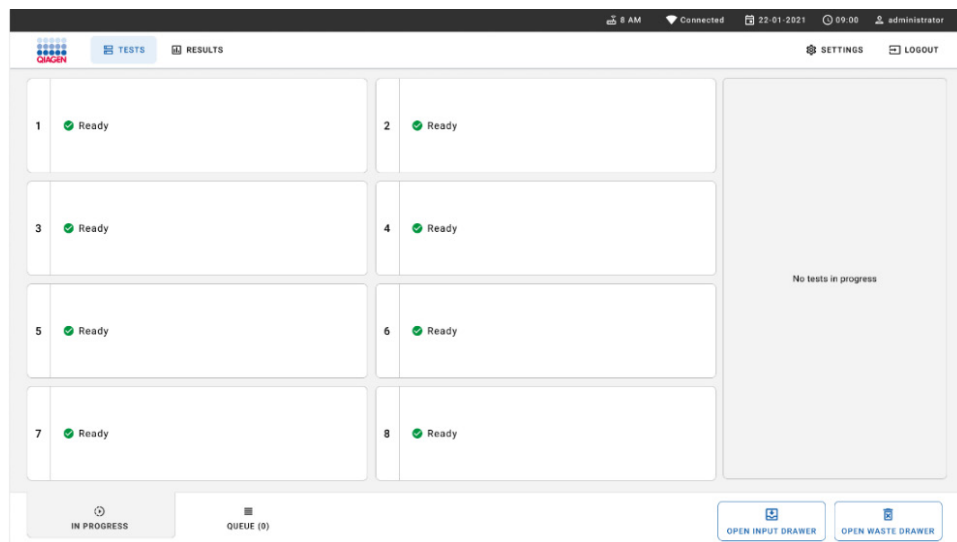

Figura 53. Schermata principale dei test.
1. Premere il pulsante **OPEN WASTE DRAWER** (APRI CASSETTO MATERIALI DI SCARTO) nell'angolo in basso a destra della schermata principale del test (Figura 53).
3. Chiudere il cassetto dei materiali di scarto dopo la rimozione delle cartucce. Il sistema esegue la scansione del vassoio e ritorna alla schermata principale (Figura 53). Se il vassoio è stato rimosso per motivi di manutenzione, assicurarsi che sia inserito correttamente prima di chiudere il cassetto.
4. Premere il pulsante **OPEN INPUT DRAWER** (APRI CASSETTO DI INSERIMENTO) nell'angolo in basso a destra della schermata (Figura 53).